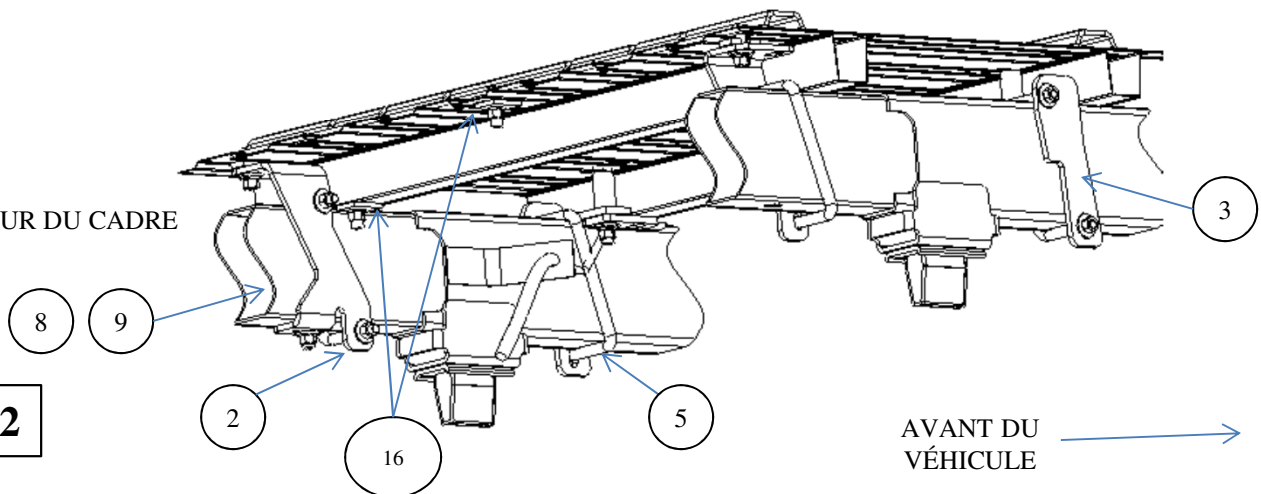

FIG. 2
- b) Poser un boulon en U sur chaque support. Le boulon en U entoure l'intérieur du cadre. Poser sans trop serrer des rondelles coniques et des écrous hex. 1/2 po sur les extrémités des boulons en U. **REMARQUE** : Le boulon en U côté conducteur doit être placé entre la conduite de frein et le cadre. Voir la Figure 2. Un mauvais positionnement du boulon en U côté conducteur peut causer des dommages au système de freins du véhicule. Placer les fils électriques de façon qu'ils ne nuisent pas.